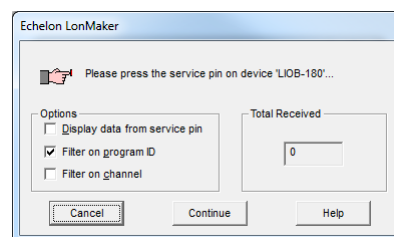

Abbildung 104: Auf den Service-Pin des Geräts warten
7. Dann erscheint der Dialog mit dem Service-Pin Anforderer (siehe Abbildung 104). Drücken Sie den Status-Taster auf dem Austauschgerät.